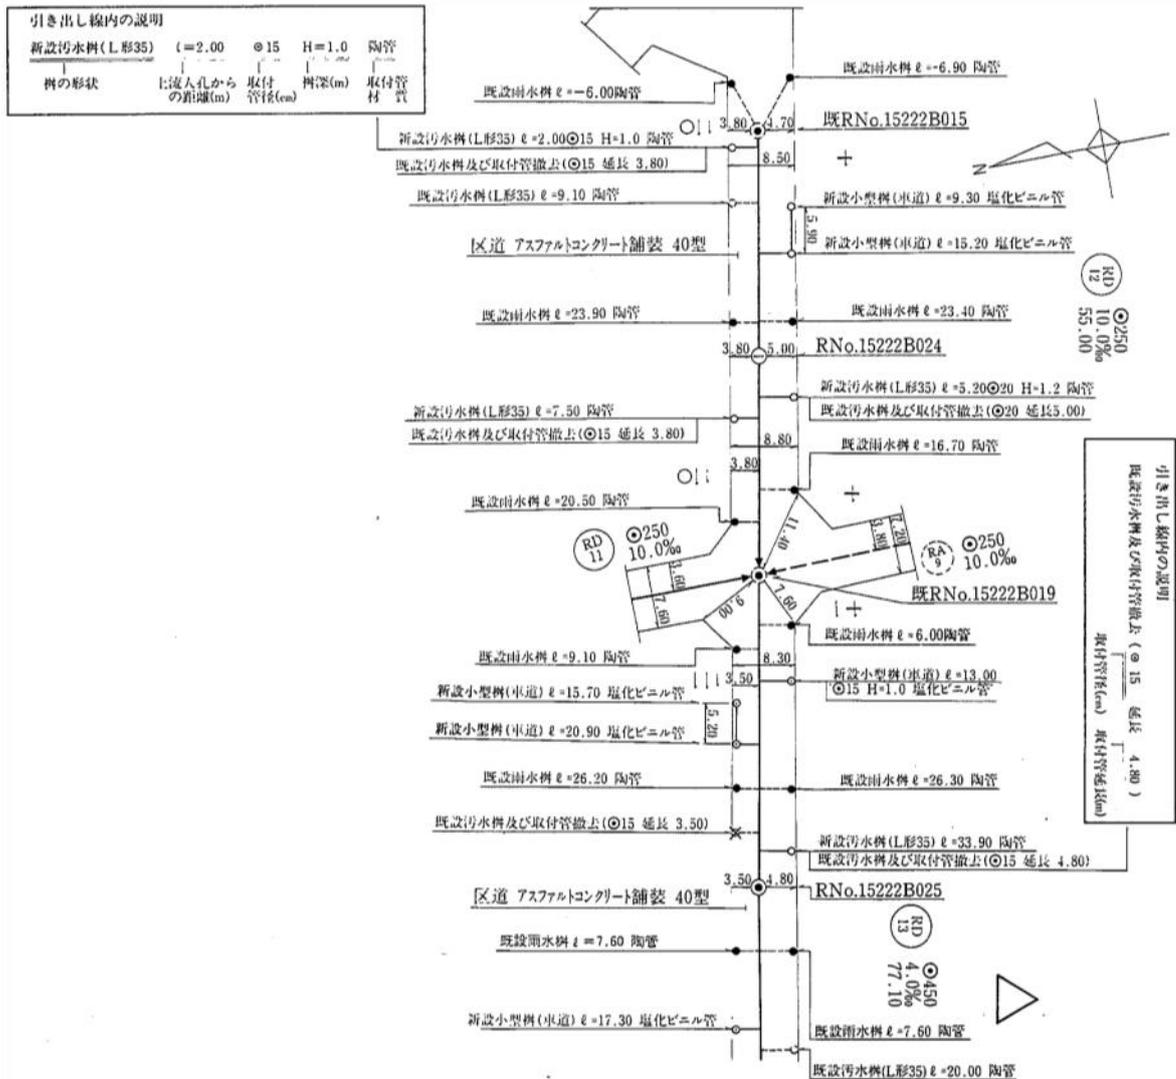

図1 平面図の記載例
(2) 管きょ平面図
①管渠等の占用位置について（図1参照）